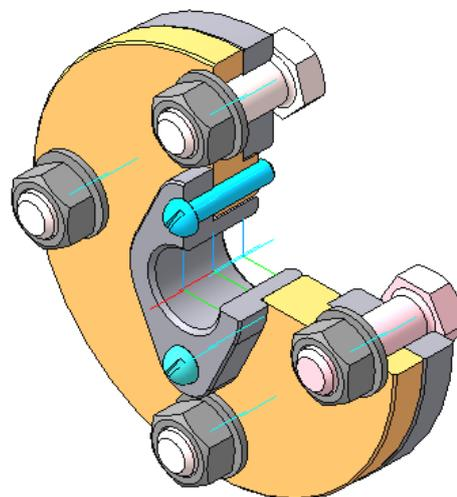

Рис. 3.76. Пример выполнения задания № 6
- для того, чтобы стандартные изделия не вырезались, выбрать ярлык Область применения → Вырезать все компоненты, кроме библиотечных (рис. 3.76).